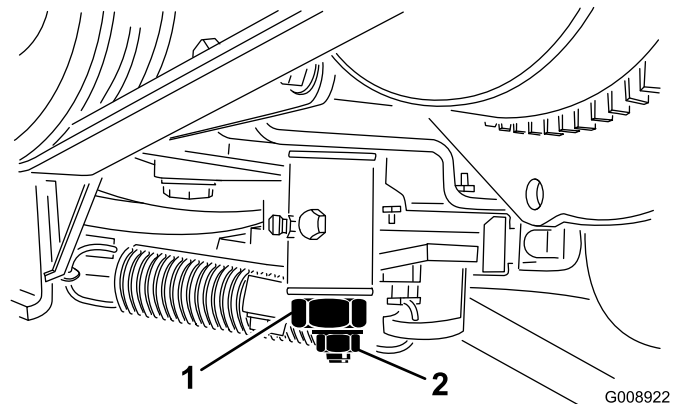

Figura 65
3. Desaperte a porca de bloqueio no excêntrico de tracção (Figura 65).